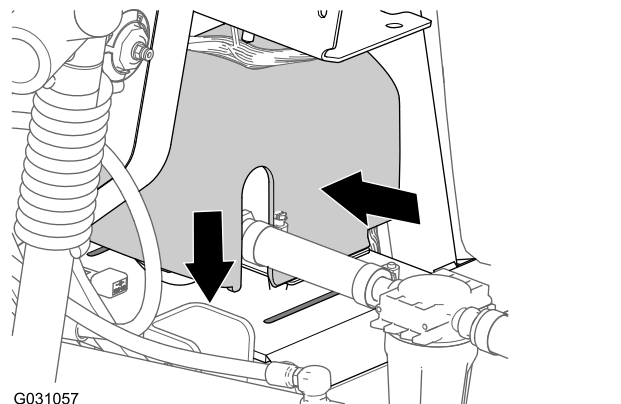

Figure 148
2. Placez le couvercle de la pompe de rinçage par dessus la plaque de serrage de la pompe (Figure 148).
- Appuyez de chaque côté du couvercle de la pompe de rinçage et alignez les languettes du couvercle sur les fentes dans la plaque de serrage (Figure 148).
- Insérez les languettes dans les fentes et relâchez les côtés du couvercle (Figure 148).